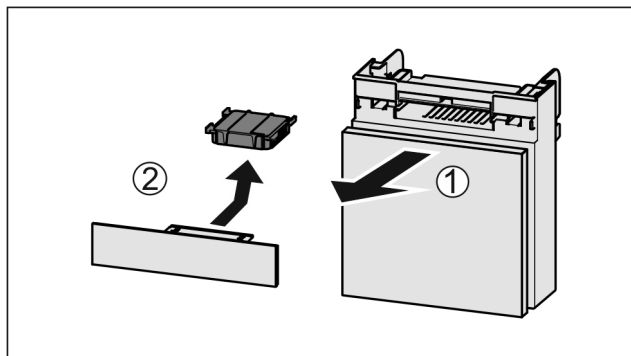

Fig. 103
- Lade vanaf de voorkant eruit trekken Fig. 103 (1).
- Actiefkoolfilter verwijderen Fig. 103 (2).